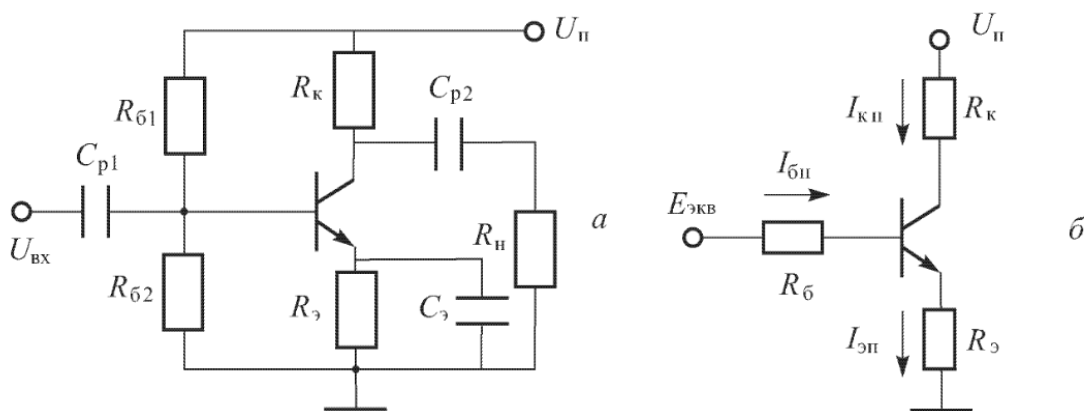

Рисунок 1 – Эквивалентная схема резисторного усилителя
1. Определить точку покоя резисторного усилителя (рисунок 1) на транзисторе КТ 3176 А9, если: $U_n = 10$ В, $R_k = 19,5$ Ом, $R_3 = 0,5$ Ом, $R_{\delta 1} = 385$ Ом, $R_{\delta 2} = 40$ Ом, $h_{21э} = 180$. Характеристики транзистора приведены на рис. П.3. Определить дифференциальный параметр $h_{11э}$ в точке покоя.
2. Определить точку покоя резисторного усилителя (рисунок 1) на транзисторе 2Т 860 А, если: $U_n = 16$ В, $R_k = 9$ Ом, $R_3 = 1$ Ом, $R_{\delta 1} = 650$ Ом, $R_{\delta 2} = 100$ Ом, $h_{21э} =$
3. Определить точку покоя резисторного усилителя (рисунок 1) на транзисторе 2Т 860 А, если: $U_n = 24$ В, $R_k = 19$ Ом, $R_3 = 1$ Ом, $R_{б1} = 900$ Ом, $R_{б2} = 100$ Ом, $h_{21э} =$